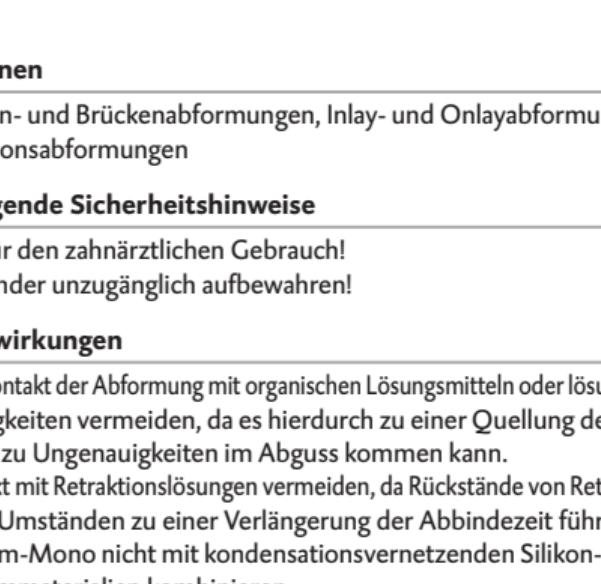

Fig. 1
1. Den Hebel [Fig. 1, Pos. A] an der Rückseite des Automix-Dispensers nach oben drücken und den Schieber [Fig. 1, Pos. B] vollständig zurückziehen.
2. Kunststoffriegel [Fig. 1, Pos. C] nach oben klappen, die Kartusche einsetzen und mit dem Kunststoffriegel [Fig. 1, Pos. C] arretieren.
1. Kartuschenkappe [Fig. 1, Pos. D] oder benutzte Mischkanüle nach Drehung um 90° gegen den Uhrzeigersinn abziehen und verwerfen.
2. Neue Mischkanüle [Fig. 1, Pos. E] aufsetzen.
Das Material durch Betätigen des Hebels [Fig. 1, Pos. F] am Automix-Dispenser in der Mischkanüle mischen und direkt applizieren.
2. Kunststoffriegel [Fig. 1, Pos. C] nach oben klappen und die Kartusche entnehmen.